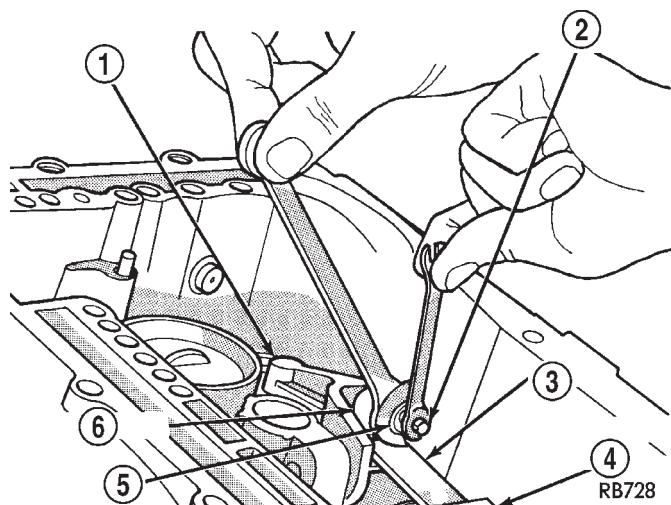

Fig. 11 Aflojamiento de la correa de baja y marcha atrás
(12) Afloje la contratuerca de la correa de baja y marcha atrás y ajuste el tornillo para facilitar el desmontaje del montante (Fig. 11).